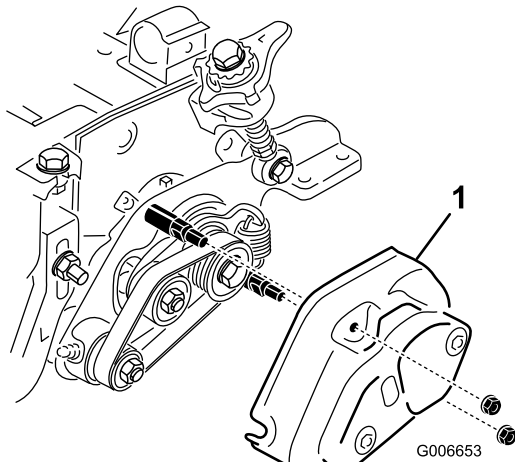

図 51
8. グルーマとローラブラシカバーについているナット 図 51 が締め付けすぎになっていないことを確認する。